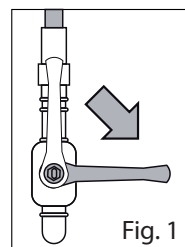

Fig. 1
- Fermer le robinet d'interception en amont de l'équipement (Fig. 1) ;
- Fermer le robinet d'interception en amont de l'équipement (Fig. 1).